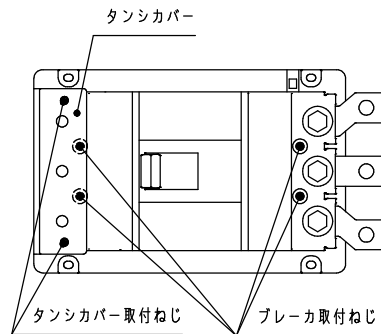
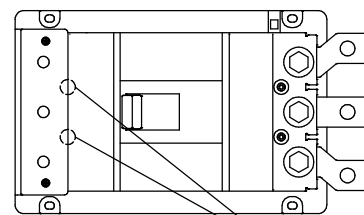

図5
図11
- ① タンシカバー取付ねじを外し、タンシカバーを取外す。(図5)
- ② プレーカの端子ねじ及び取付ねじを外す。(図5・6)
- ⑥ プレーカ取付ねじと四角ナットを表1の締付トルク一覧表の値で締付ける。(4ヶ所)(図5・10)
- ⑦ プレーカ端子ねじを表1の締付トルク一覧表の値で締付ける。
- ⑧ タンシカバーを取付ける。取付けの際、タンシカバーのリブをプレーカの溝に確実に挿入する。(図11)
- ⑨ 表1の締付トルク一覧表の値でタンシカバー取付ねじを締付ける。(2ヶ所)(図5)